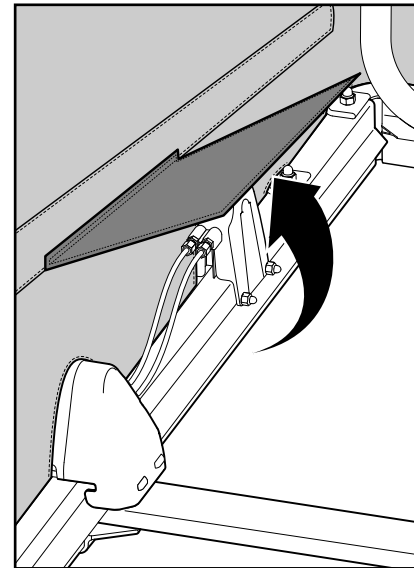

Abbildung 35
- b. Die Bremszugklappe an der Bremshebelseite des Anhängers anheben (Abb. 35).